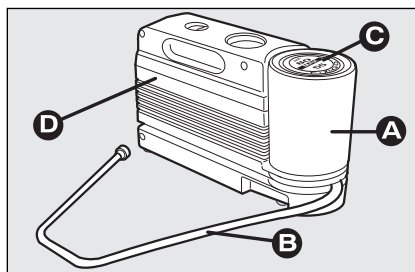

fig. 1
Le kit **fig. 1** comprend:
- ☐ un compresseur **D-fig. 1** muni d'un manomètre et de raccords, trouvable dans le compartiment;